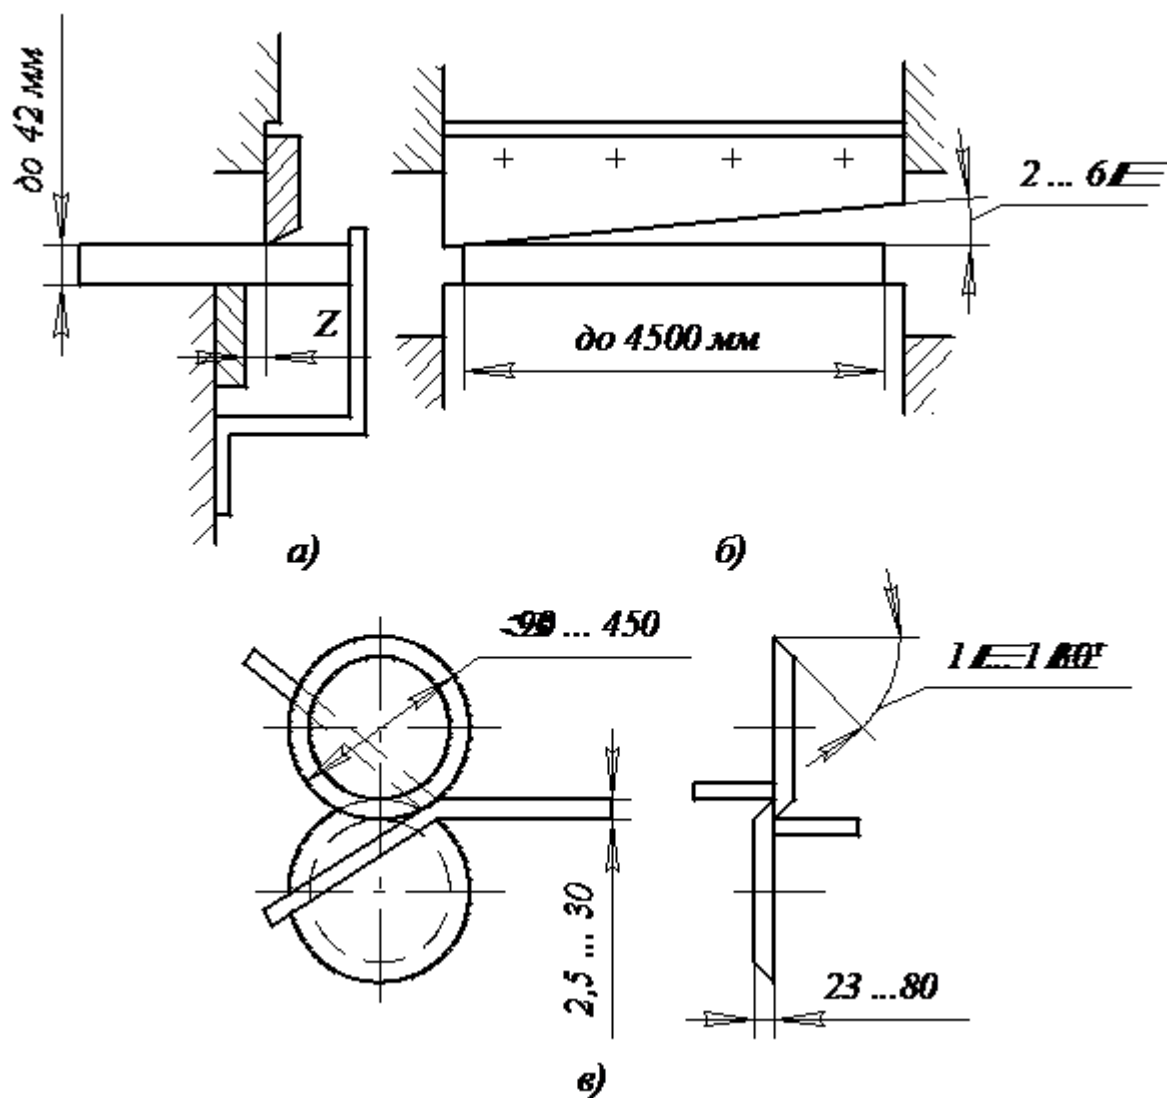

Рисунок 14 – Розрізання листового матеріалу ножицями:
1.1.1 **Відрізання** – розділення заготовки на частини за допомогою ножів або штампа. Його найчастіше застосовують як заготовчу операцію (різання заготовки). Ця операція виконується ножицями з поступальним рухом різальних країв ножів (гільйотинах) -рис. 14, а; обертовим (дискових) - рис. 14, б; а також на відрізних штампах.